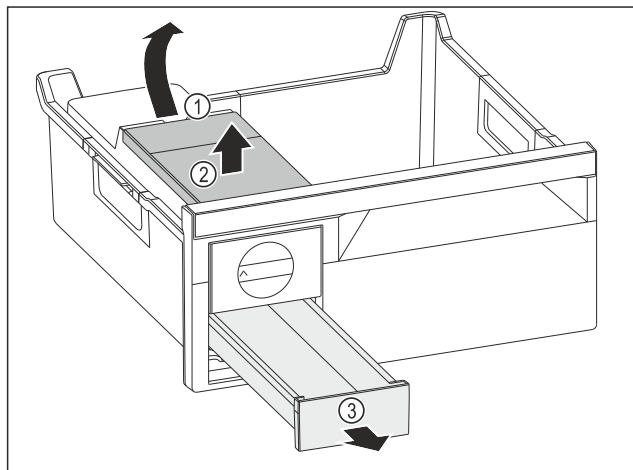

Fig. 130
- ▶ Udtagning af vandtank: Løft vandtanken i udsparringen Fig. 130 (1).
- ▶ Tag vandtanken Fig. 130 (2) op og ud.
- ▶ Tag isterningskuffen Fig. 130 (3) frem og ud.